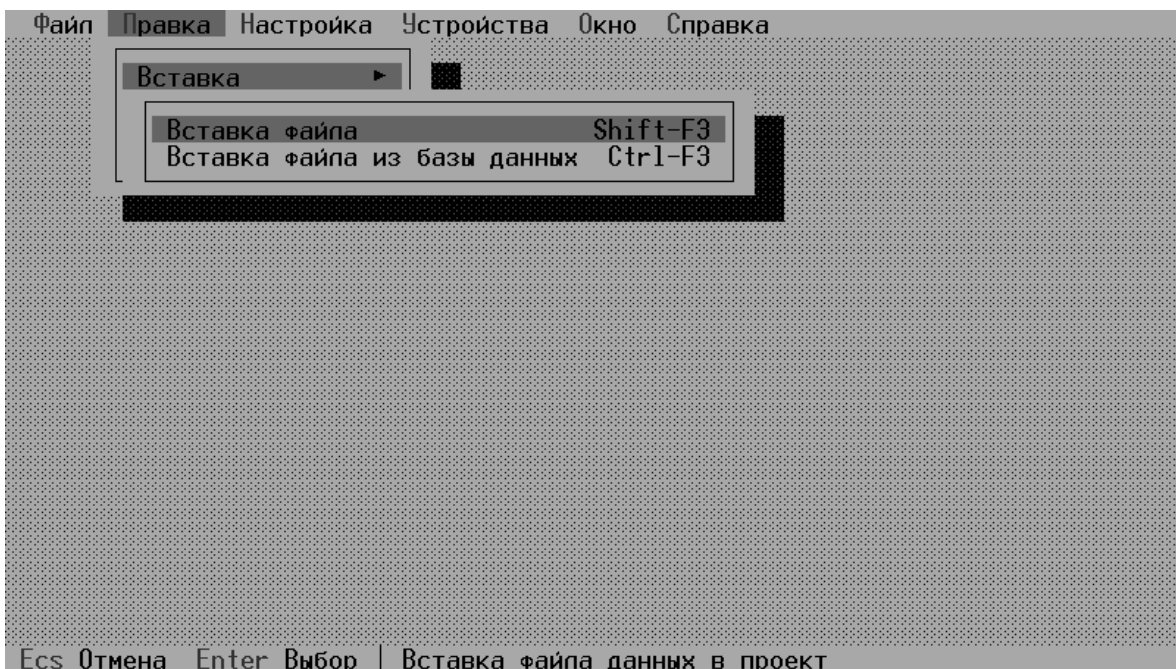

Рис. 7. Меню **Правка** программы (подменю **Вставка**).
- загрузить с диска и поместить в текущий проект отдельный двоичный файл данных (опция **Вставка/Вставка файла** или комбинация кнопок клавиатуры **<Shift-F3>** см. рис.7), при этом загружаемый с диска двоичный файл помещается в проект в конец списка файлов текущего проекта;
- загрузить из базы данных МТЗ и поместить в текущий проект отдельный файл данных и пояснение к нему (опция **Вставка/Вставка файла из базы данных** или комбинация кнопок клавиатуры **<Ctrl-F3>** см. рис.7), при этом загружаемый с диска двоичный файл помещается в проект в конец списка файлов текущего проекта;